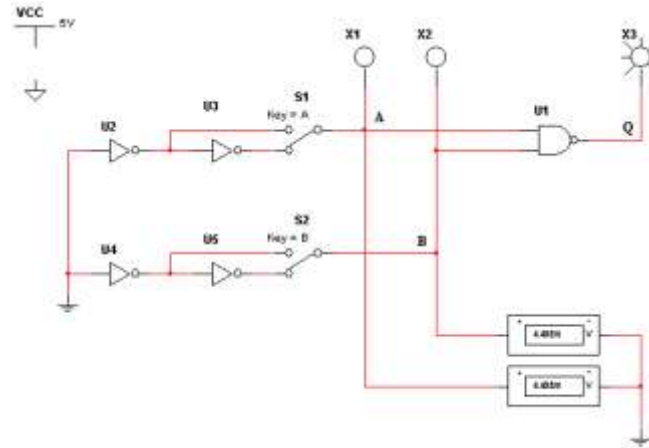

Рис. 2. Схема исследования функции «2И-НЕ»
4. В программе NI Multisim построить схему исследования функции «2И-НЕ» (рис. 2).